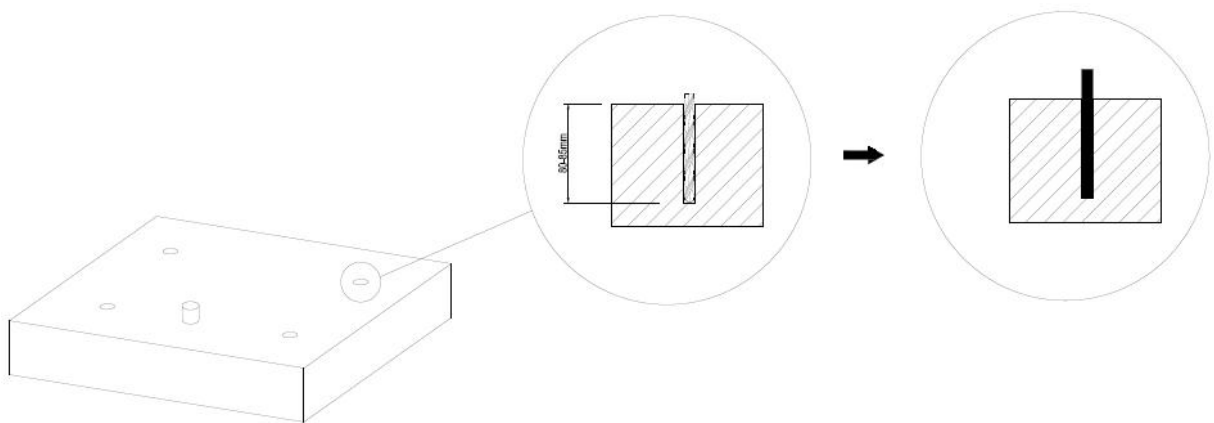

图 9
- 用锤子将 4 个 M12*80mm 的膨胀螺栓敲入孔中，然后拧紧螺栓使其膨胀固定在孔内，再将螺母和垫片松开拿出。如图 9